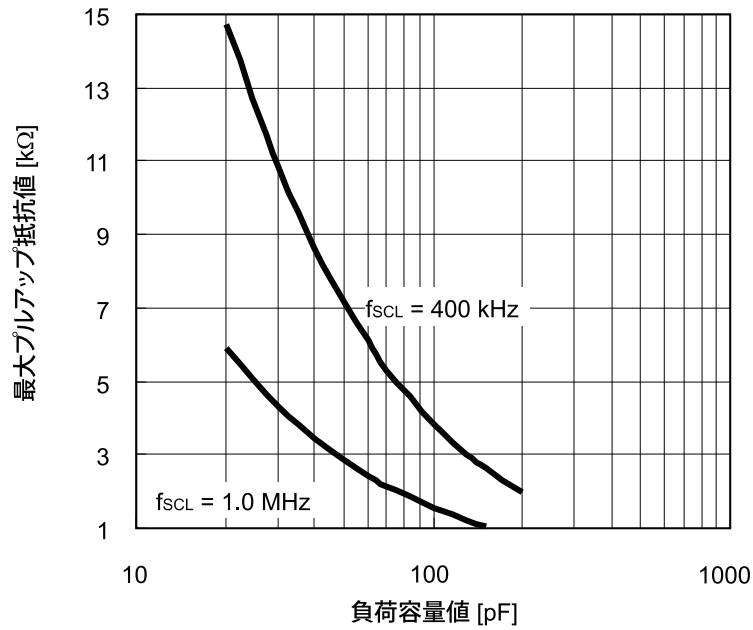

図11 出力負荷
*1. SDA出力遅延時間は、SDA端子の出力形態がNchオープンドレイン出力のため、IC外部の負荷抵抗値、負荷容量値により決まります。出力負荷の関係を図11に示します。